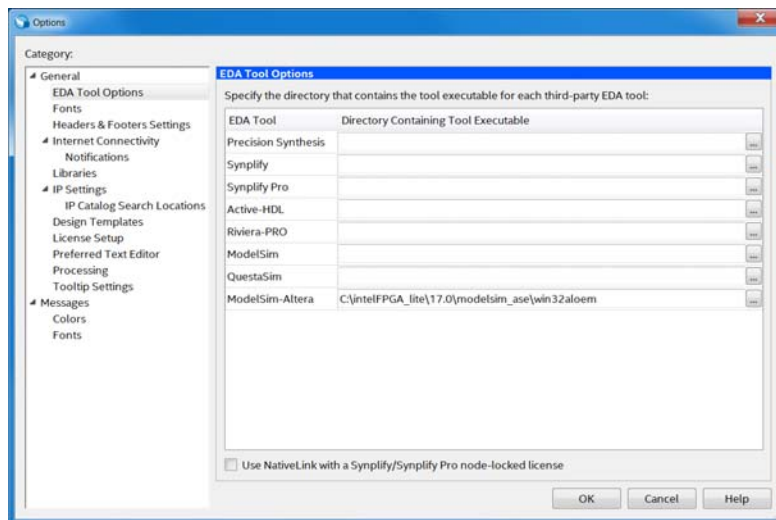

Figura 3 – Path correto para a ferramenta de simulação (em Windows).
5. Verifique se a *path* “*ModelSim-Altera*” em “*Tools → Options (EDA Tool Options)*” está de acordo com a Figura 3 (localização no disco da ferramenta de simulação “*ModelSim-Altera*”: “C:\intelFPGA\_lite\17.1\modelsim\_ase\win32aloem” – em Windows ou tipicamente “/opt/intelFPGA\_lite/17.1/modelsim\_ase/linuxaloem/” – em Linux).